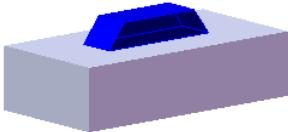
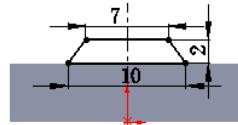

图 17.12.5 凸台一拉伸 2
图 17.12.6 横断面草图
Step3. 创建图 17.12.5 所示的零件基础特征——凸台一拉伸 2。选择下拉菜单 **插入(I)** → **凸台/基体(B)** → **拉伸(E)…** 命令；选取上视基准面作为草图平面，绘制图 17.12.6 所示的横断面草图；采用系统默认的深度方向；在 **方向1** 区域的 **下拉列表** 中选择 **两侧对称** 选项，输入深度值 5.0，选中 **合并结果(M)** 复选框。单击 **确定** 按钮，完成凸台一拉伸 2 的创建。